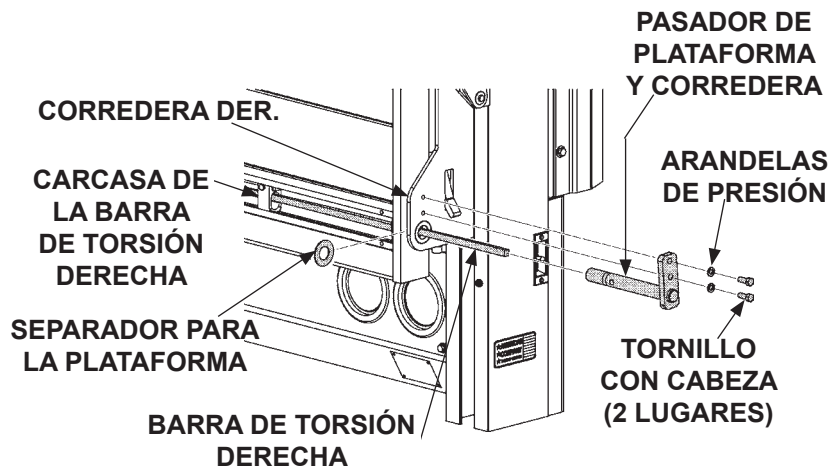

FIG. 25-1
7. Mientras que la plataforma se encuentre en la posición vertical, inserte la barra de torsión en la plataforma derecha y el pasador en la corredera; colóquela a través de la corredera derecha y el separador de la plataforma para finalmente engancharse con la carcasa de la barra de torsión derecha (**FIG. 25-1**).